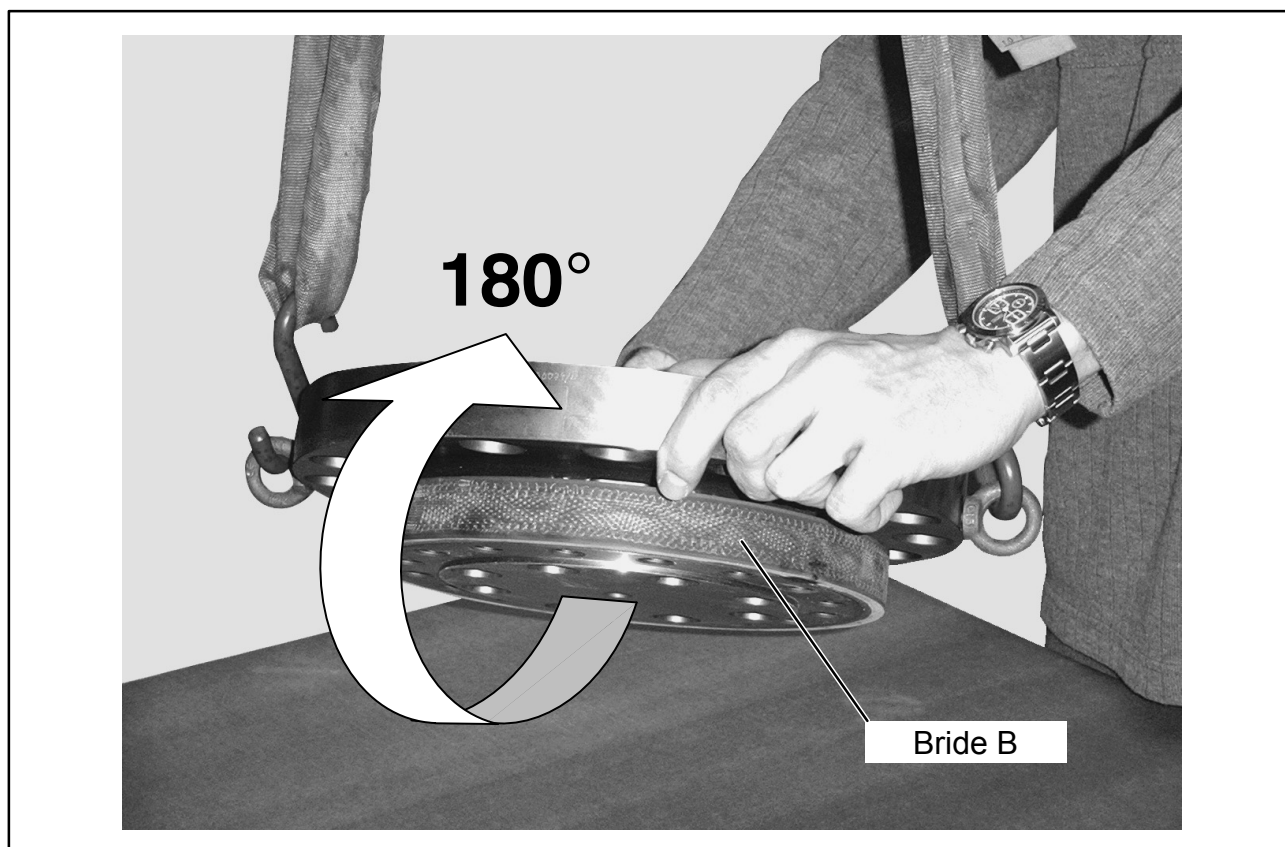

Fig. 4.2 : Retournement du rotor
1. Sortir le rotor de l'emballage, le retourner (à 180°) de façon à ce que la bride B soit orientée vers le haut (voir Fig. 4.2).